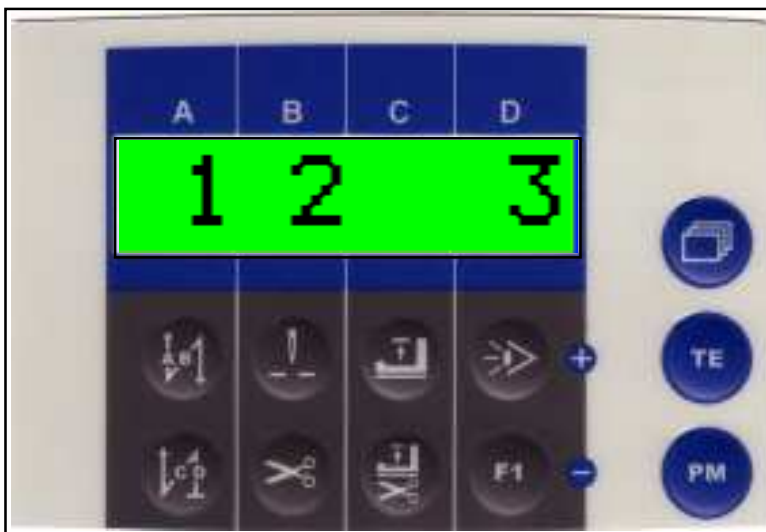

Abb. 9.13
- diese **zwei Taster** solange gedrückt halten, bis auf dem Display „1 2 3“ (**Abb. 9.13**) angezeigt wird, danach die Taster loslassen.